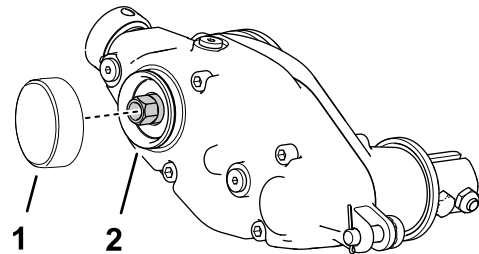

Bild 9
- Tragen sie mittelstarkes Fügemitel von zylindrischen Fügeteilen (wie z. B. Grünes Loctite 609®) auf die Federringnut und die Fläche des äußeren Durchmessers auf (Bild 9).
- Montieren Sie den Deckel, wie in Bild 9 abgebildet.